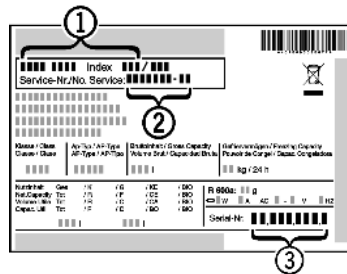

Fig. 10
- Прочетете от идентификационната табелка описанието на уреда Fig. 10 (1), сервизния № Fig. 10 (2) и серийния № Fig. 10 (3). Идентификационната табелка се намира на лявата вътрешна стена на уреда.
- Обадете се на сервизната служба и посочете неизправността, описанието на уреда Fig. 10 (1), сервизния № Fig. 10 (2) и серийния № Fig. 10 (3).